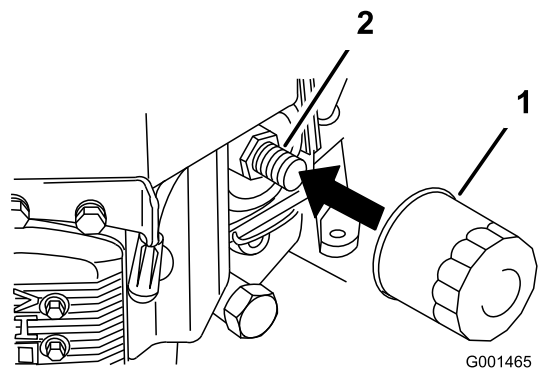

Figura 28
- Retire el filtro de aceite usado (Figura 28).
- Aplice una capa fina de aceite nuevo a la junta de goma del filtro nuevo (Figura 28).
- Instale el filtro de repuesto en el adaptador de filtro; gire el filtro en el sentido de las agujas del reloj hasta que la junta de goma entre en contacto con el adaptador del filtro, luego apriete el filtro tres cuartos de vuelta más (Figura 28).